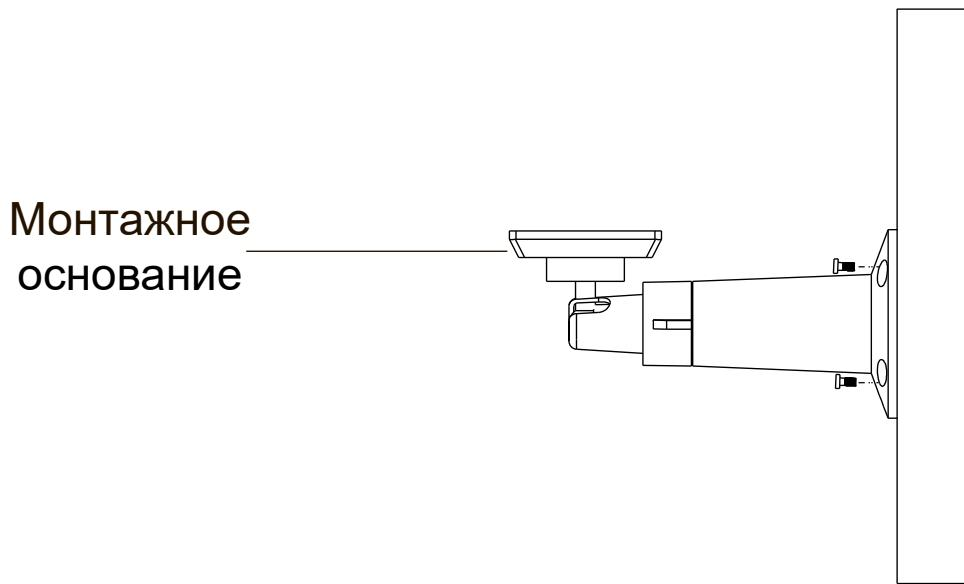

Рис. 4.2. Установка кронштейна с монтажным основанием
4. Установите монтажное основание на кронштейн, а затем прикрепите кронштейн к стене и плотно затяните шурупы, чтобы зафиксировать его, как показано на Рис. 4.2.